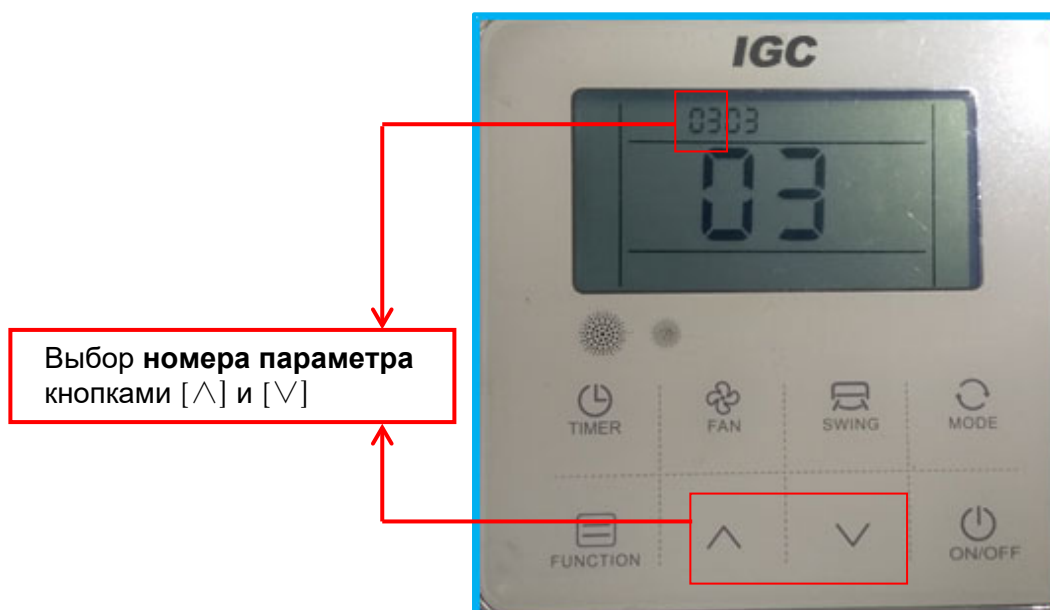

Рис. 3.7
- 3) Кнопками [^] и [v] выберите номер параметра в диапазоне 1~15 по таблице 3.1. Например, под номером 3 по таблице 3.1 это адрес внутреннего блока, рис.3.7)